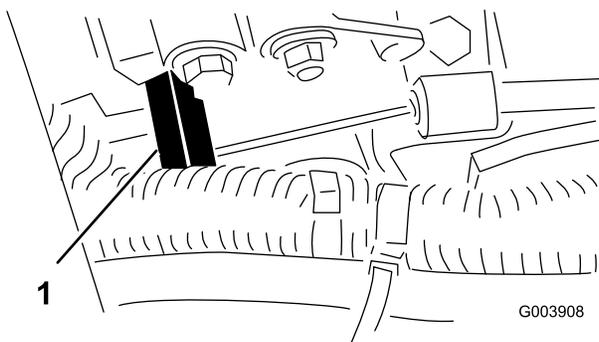

Figure 54
3. Maintenez le bras du levier de la pompe d'injection (Figure 54) en appui contre la butée de régime maximum de marche à vide et serrez le connecteur du câble.